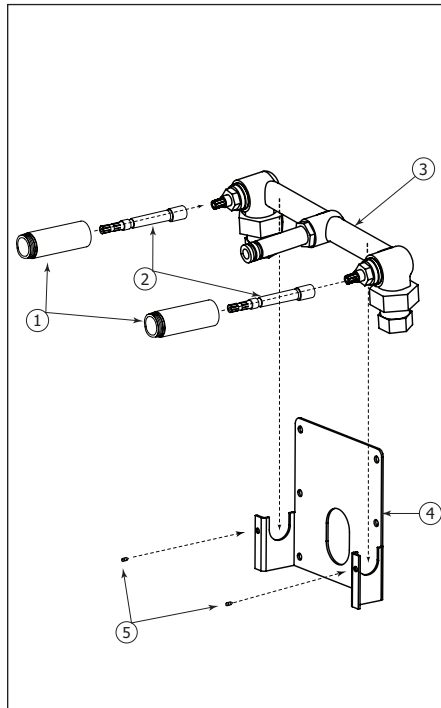

Fig.2
-Place the two cartridge extensions (2) to the shut-off valves cartridges (3), and screw the sleeves (1). Then, place the valve on the plate (4). Secure the valve on the plate using the two set screws (5) supplied as shown (Fig.2).
-Placer les deux extensions de cartouche (2) aux cartouches des valves d'arrêt (3), visser les manchons (1). Ensuite, placer la valve sur la plaque (4). Pour sécuriser la valve sur la plaque, utiliser les deux vis de réglage (5) fournies tel qu'illustré (Fig.2).